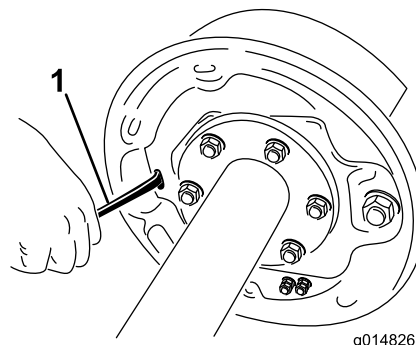

Figura 51
- Com uma chave de fendas, gire a roda em estrela do conjunto de ajuste para alargar os calços do travão (Figura 51).